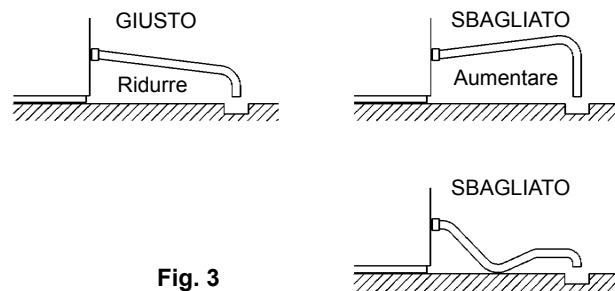

Fig. 3
- * Per evitare fenomeni di antiriflusso nella vaschetta di desposito, collocare il tubo di uscita come illustrato in Fig. 3.
3) Collegare il flessibile grigio (accessorio) al raccordo R3/4 sulla sinistra della vaschetta di deposito come indicato, accertandosi che la guarnizione di tenuta sia correttamente posizionata. Avvitare quanto basta a evitare perdite. Se necessario, accorciare il tubo in modo da garantire la corretta posizione del canale di scolo (Fig. 3).